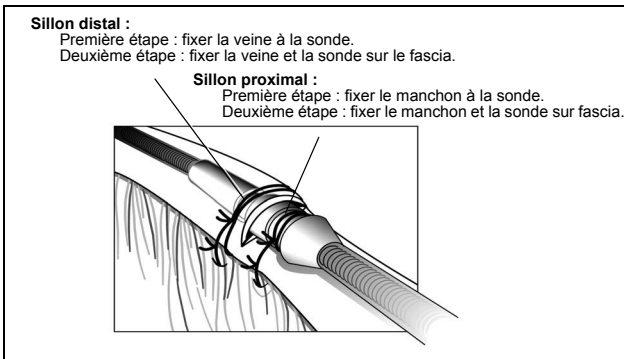

Figure 16. Utilisation du manchon avec la technique par dénudation veineuse.
- Glisser le manchon de suture dans la veine au-delà du sillon distal pré-formé. Ligaturer la veine autour du manchon de suture pour obtenir l'hémostase. Ensuite, à l'aide du même sillon, fixer la sonde et la veine sur le fascia adjacent (Figure 16).